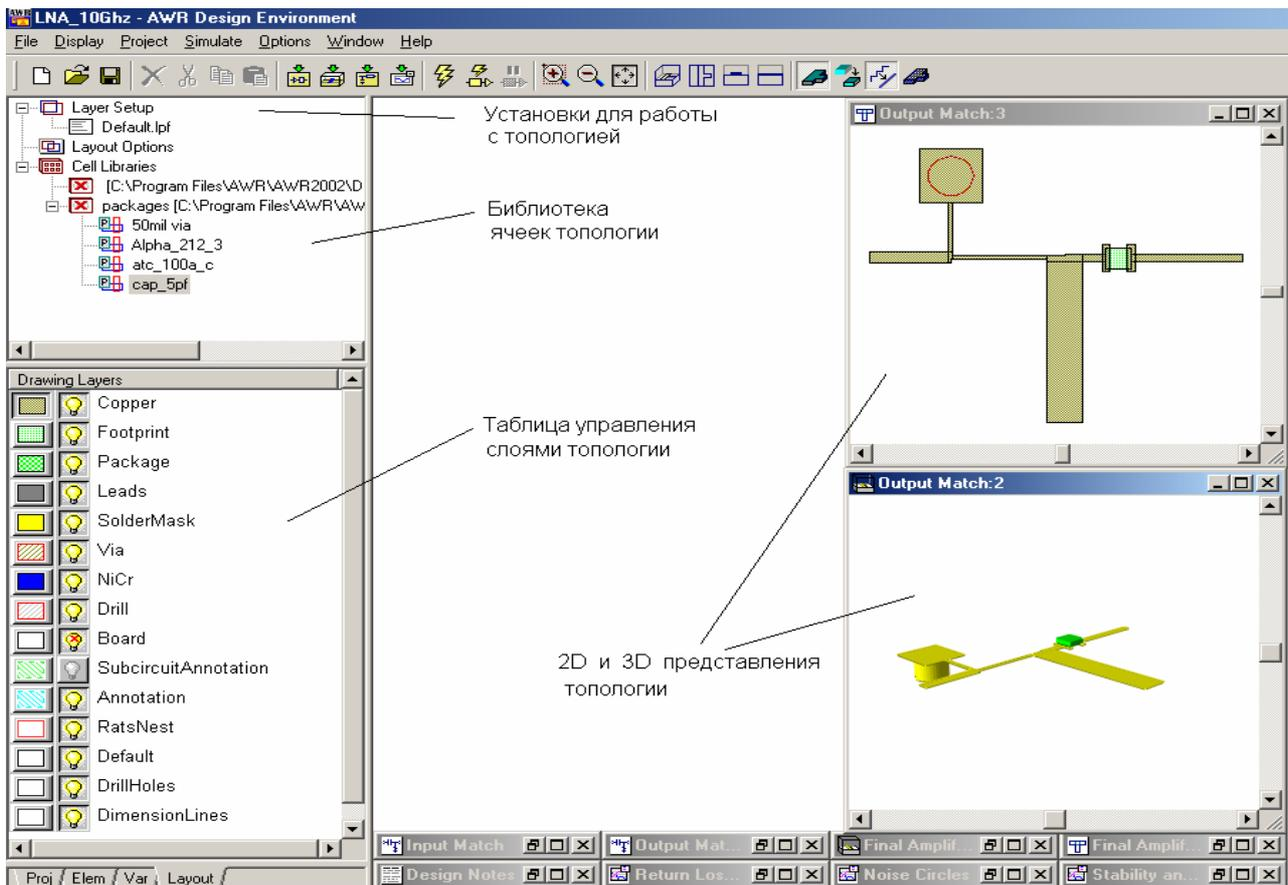
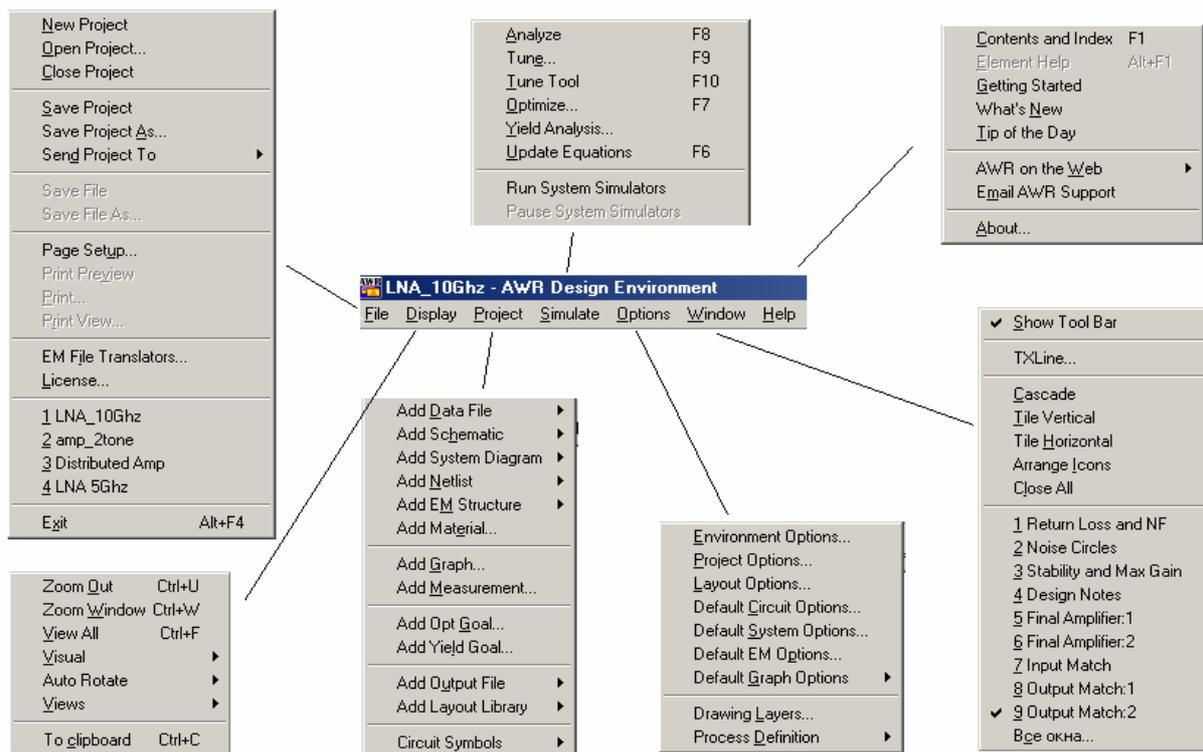
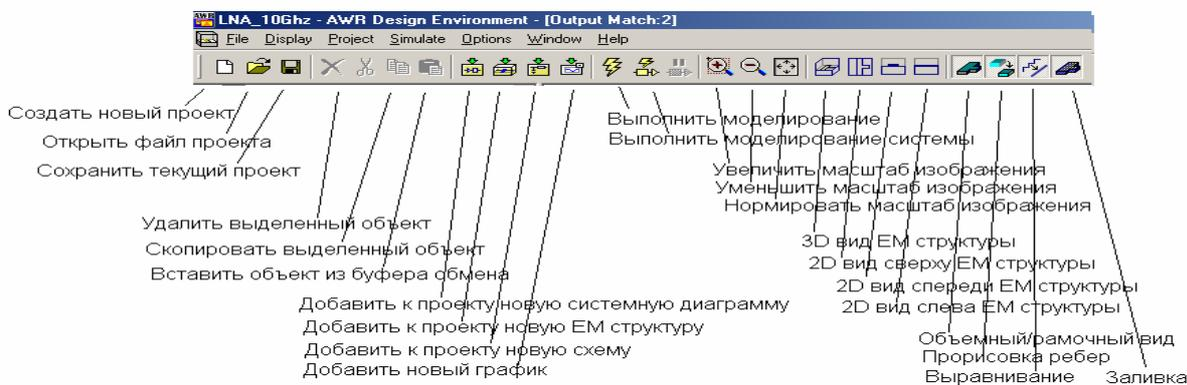

Рис. 1.4. Состав вкладки *Layout*
Рис. 1.5. Базовая конфигурация командного меню
Рис. 1.6. Базовая конфигурация панели инструментов
**Командное меню и панель инструментов** располагается в верхней части окна среды проектирования (рис. 1.4) и содержит все необходимые команды для работы с проектом (рис. 1.5). Отличительной особенностью командного меню является то, что оно имеет некоторую базовую конфигурацию, которая видоизменяется в процессе работы в зависимости от выполняемой операции. На рис. 1.5 показаны команды, имеющиеся в командном меню. Командное меню, панель инструментов MWO имеет базовую конфигурацию (рис. 1.6), которая видоизменяется в процессе работы в зависимости от выполняемой текущей операции.